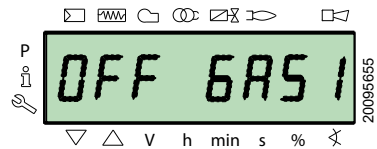

Abb. 42
- Gasbetrieb "OFF GAS1" (Abb. 42)